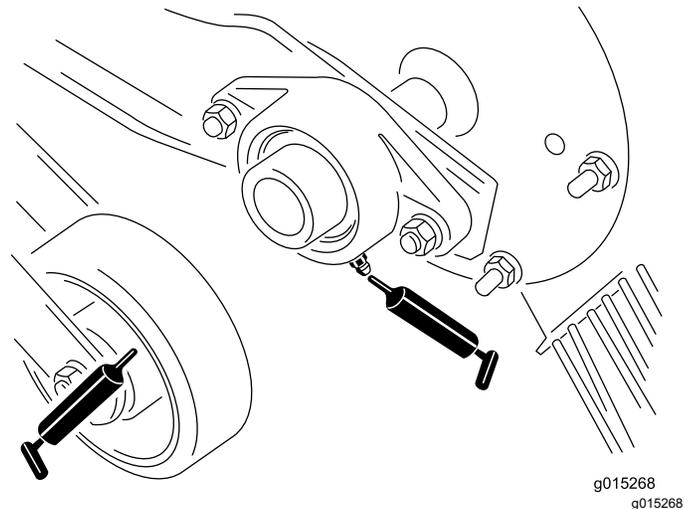
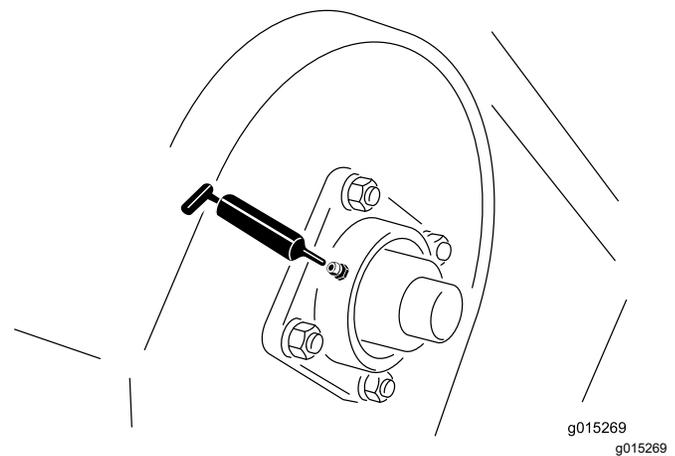
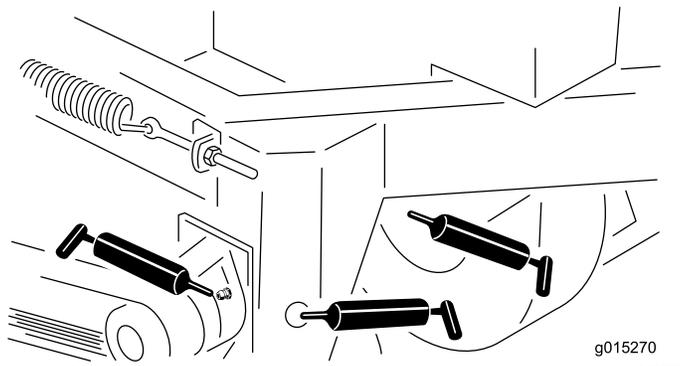

图 11
图 12
图 13
2. 用黄油枪将润滑脂打入到轴承和衬套中 图 11、图 12 和 图 13。